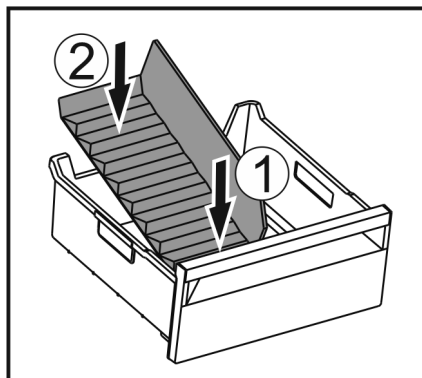

Fig. 148
- Sæt den forreste del af frostrumsadskilleren i. Fig. 148 (1)
- Sæt den bageste del af frostrumsadskilleren ned i skuffebunden. Fig. 148 (2)